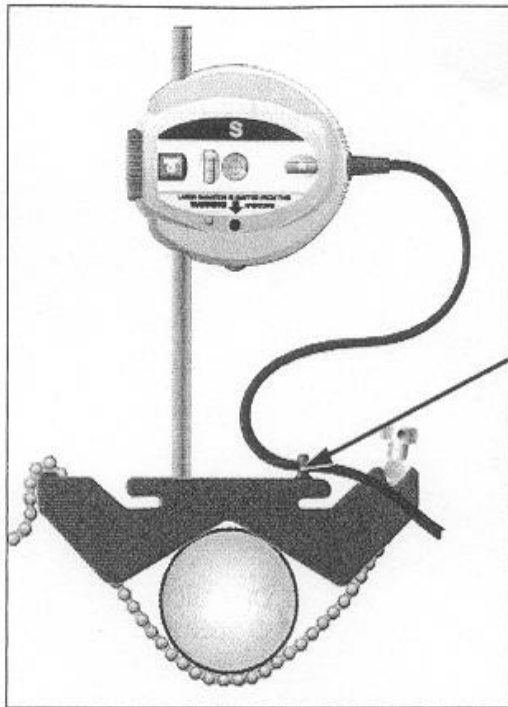

Fig. 9 Precinta do cabo
- a) Evite a existência de tensões na ligação do cabo utilizando a precinta do cabo (fig. 9).